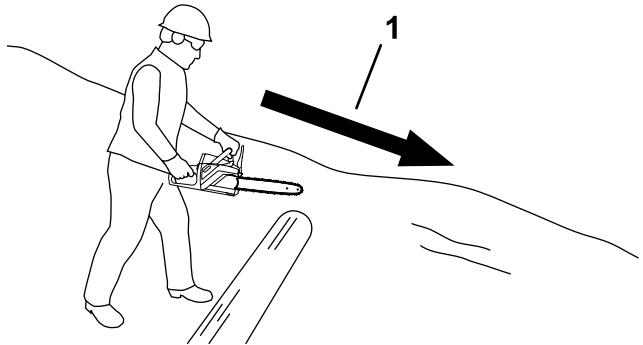

Bild 20
- Wenn sich der Baumstamm an einer Hanglage befindet, stehen Sie immer hangaufwärts vom Baumstamm (Bild 20).